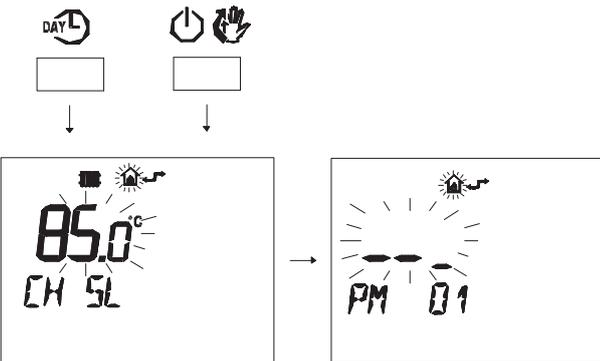

Рисунок 5.48
- Нажмите одновременно кнопки **DAY-L** и **ON**, чтобы войти в поле ввода настроек (Рисунок 5.48).